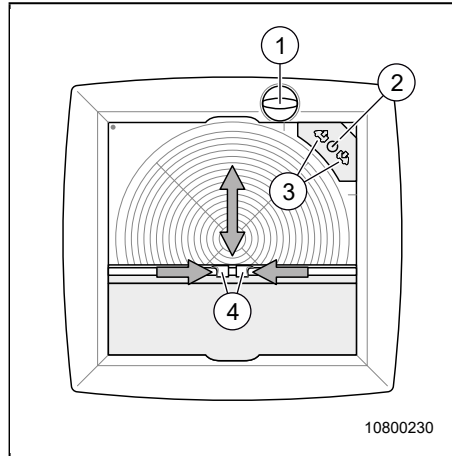

Fig. 51 Ventilateur de lanterneau électrique
- Tourner le bouton (Fig. 51, pos. 1) dans le sens anti-horaire pour ouvrir ou fermer le lanterneau.
- Activer/désactiver le ventilateur du lanterneau (Fig. 51, pos. 2) avec le bouton-poussoir.
- Actionner plusieurs fois le bouton (Fig. 51, pos. 3) pour sélectionner entre les différentes vitesses d'accélération, ainsi qu'entre ventilation et aération. Ceci est affiché au moyen d'une LED.
- Comprimer le levier de verrouillage (Fig. 51, pos. 4) et le maintenir comprimé.
- Relâcher le levier de verrouillage (Fig. 51, pos. 4).